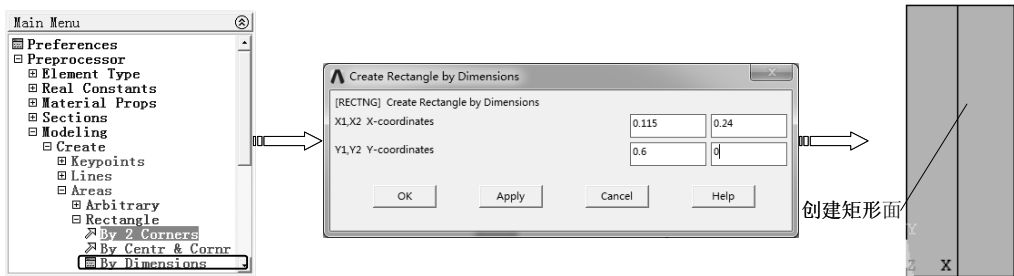

图 8-27 几何尺寸创建矩形面
2) 选择“Main Menu>Preprocessor>Modeling>Create>Areas>Rectangle>By Dimensions”命令，弹出“Create Rectangle by Dimensions”对话框，输入顶点坐标（0.115，0.6）、（0.24，0），创建矩形面，如图 8-27 所示。